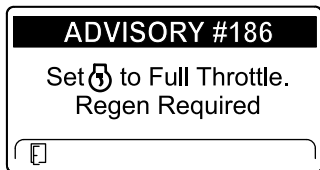

Figura 51
**Nota:** Si la temperatura de los gases de escape del motor es demasiado baja, el InfoCenter muestra el ADVISORY #186 (Aviso n.º 186) (Figura 51) para informarle de que ajuste el motor a velocidad máxima (ralentí alto).